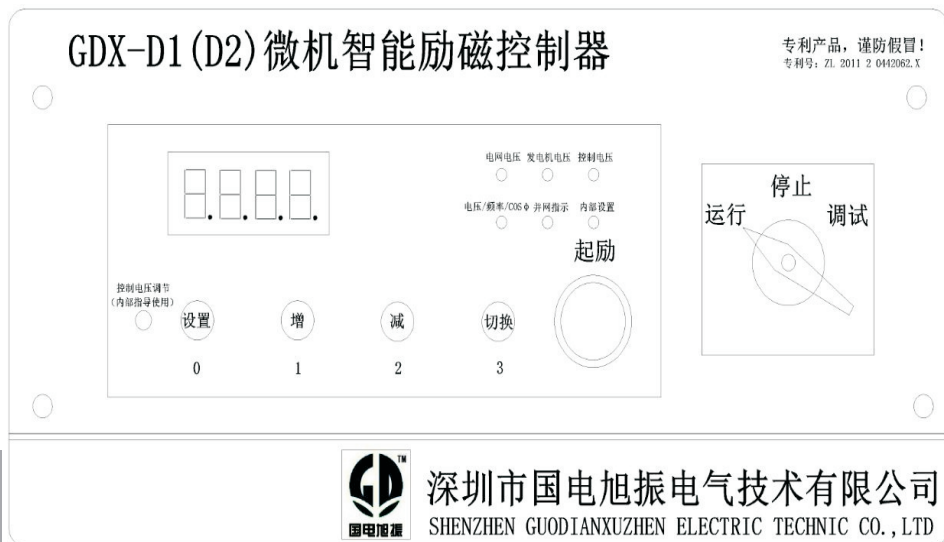

图4（面板图）
- (1)、持续按《设置》键大于 1 秒即进入参数密码设置状态，“内部设置”指示灯闪烁。
- (2)、在“内部设置”指示灯闪烁时输入密码：1213 （图 4 面板图上有标注）
- (3)、用《切换》键循环递增参数序号，直至数码管闪烁显示你要设置的参数 6。
- (4)、用《增》、《减》键修改参数 6 的值，然后再按《切换》键进入参数 6b，用《增》、《减》键修改参数 6b 的值（按此方法可修改其他参数的值）。
- (5)、在下面的参数设置表中标明为内部参数，由于参数重要，为了避免控制器错乱工作，请不要对内部参数进行修改。
- (6)、停止操作 8 秒后自动退出参数设置状态（或持续按《设置》键 1 秒后也能退出）并存储修改后的参数，参数修改后即可等待并网。